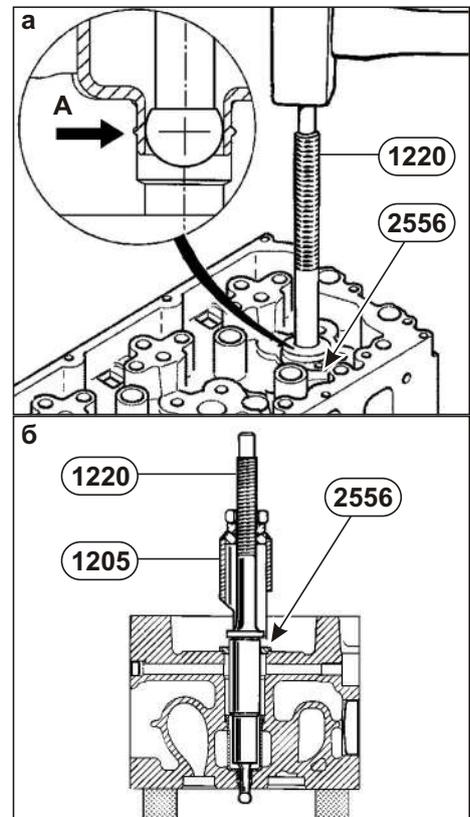

Рис. 59. Установка стакана форсунки.
5. Развальцевать в "А" (см. Рис. 59а), используя приспособление **1220**.
6. Убрать приспособление **1220**, используя приспособление **1205** (см. Рис. 59б).